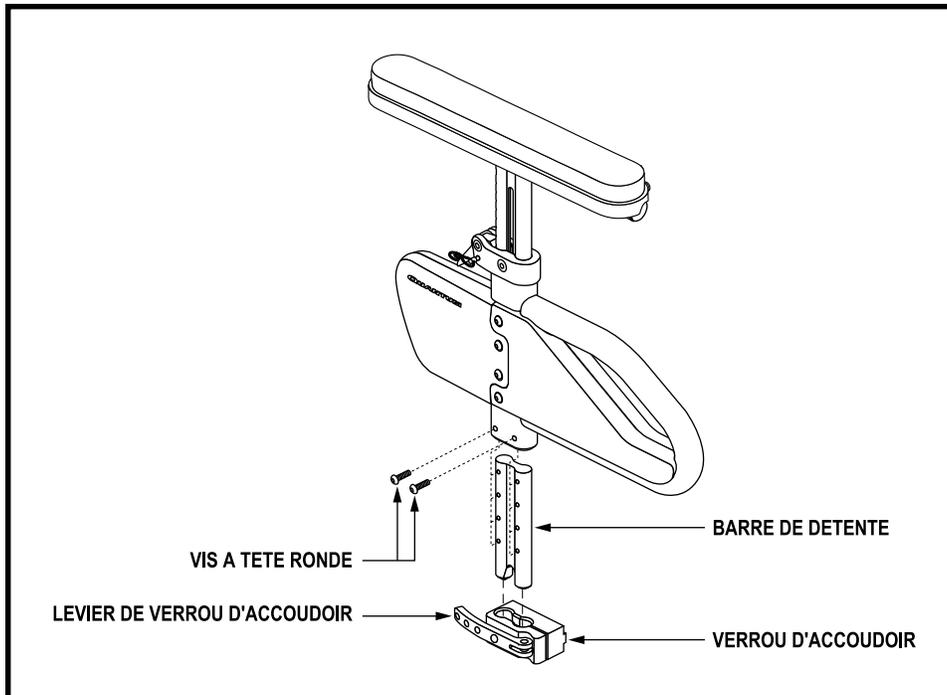

Figure 19. Réglage inférieur, accoudoir montant unique réglage rapide de la hauteur
1. Retirez les deux vis à tête bouton sur la barre de détente. Voir la figure 19.